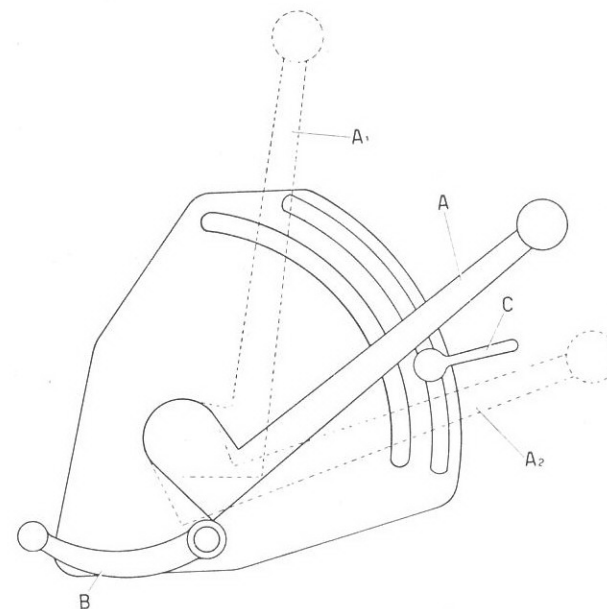

FIG. 12.
A) POSITION CONTROLÉE (fig. 12)